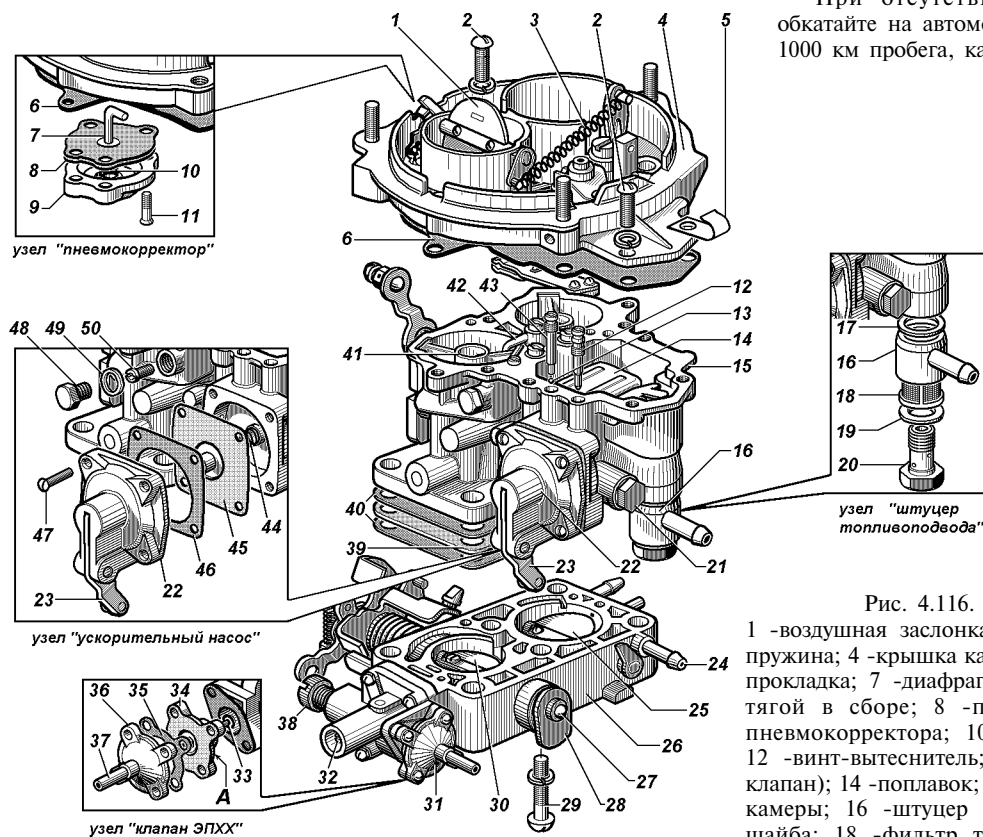

Рис. 4.116. Карбюратор:
2. Отверните семь винтов 2 (рис. 4.116) крепления крышки карбюратора, осторожно снимите крышку 4 карбюратора и прокладку под ней.
7. Наживите два винта крепления крышки 36 клапана ЭПХХ, оттяните запорный элемент 33 клапана ЭПХХ на размер $13,5_{-0,5}^0$ мм от плоскости А (см. узел "клапан ЭПХХ" на рис. 4.116), заверните упомянутые винты, приверните двумя винтами клапан экономайзера в сборе 31 к корпусу смесительных камер.